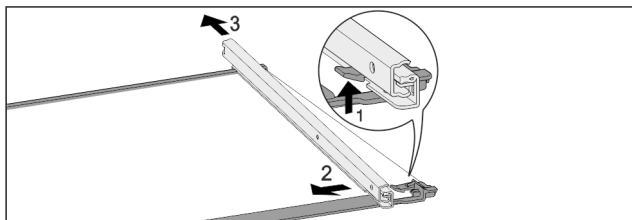

Fig. 120 Steklена plošča z vodili
- ▶ Sprednji zaskočni kaveljček potisnite navzgor. Fig. 120 (1)
- ▶ Izvlečno vodilo potisnite Fig. 120 (2) na stran Fig. 120 (3) in nazaj.